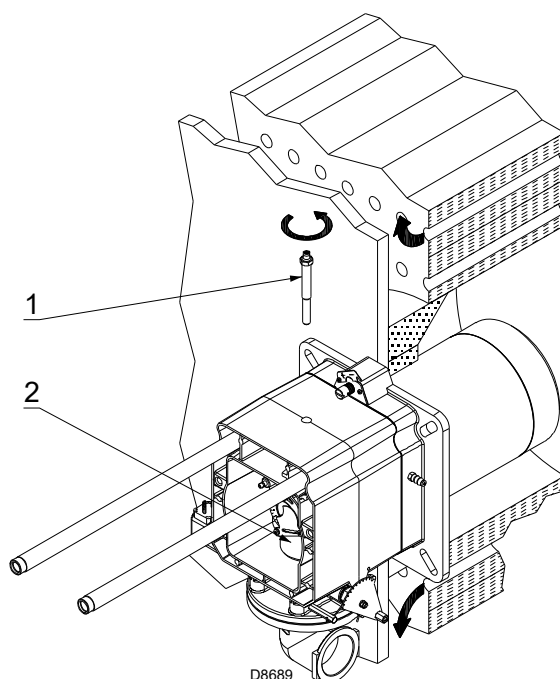

Fig. 12
- d'enlever la vis 1)(Fig. 12);
- d'extraire la partie interne 2)(Fig. 12) de la tête et de procéder à leur réglage.
À ce point de l'installation, la tête de combustion est fixée à la chaudière comme illustré dans la Fig. 12, page 15.